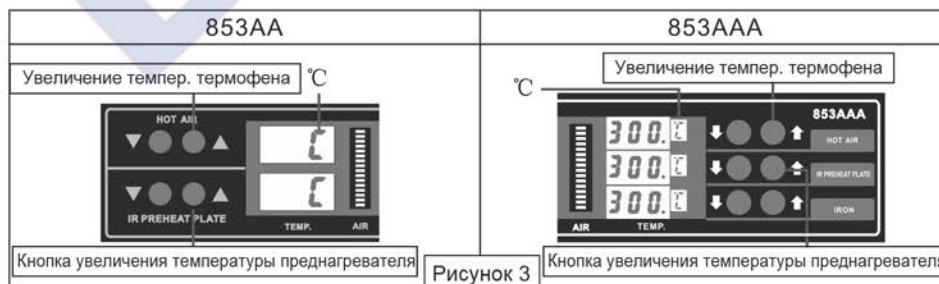

Рисунок 3
2. Установка единиц температуры, Цельсий/Фаренгейт (Рисунок 3):